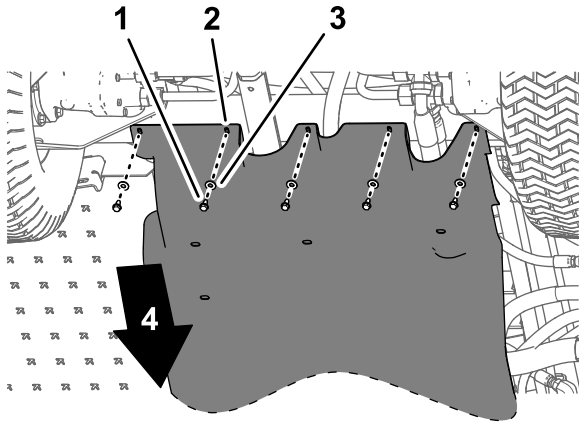

Figura 97
- Alinee los orificios de la parte trasera del protector de bajos con los orificios del chasis (Figura 97).
- Monte la parte trasera del protector de bajos al chasis (Figura 97) con los herrajes que retiró en el paso 1 de 4 **Retirada del protector de bajos** (página 10) del siguiente modo: